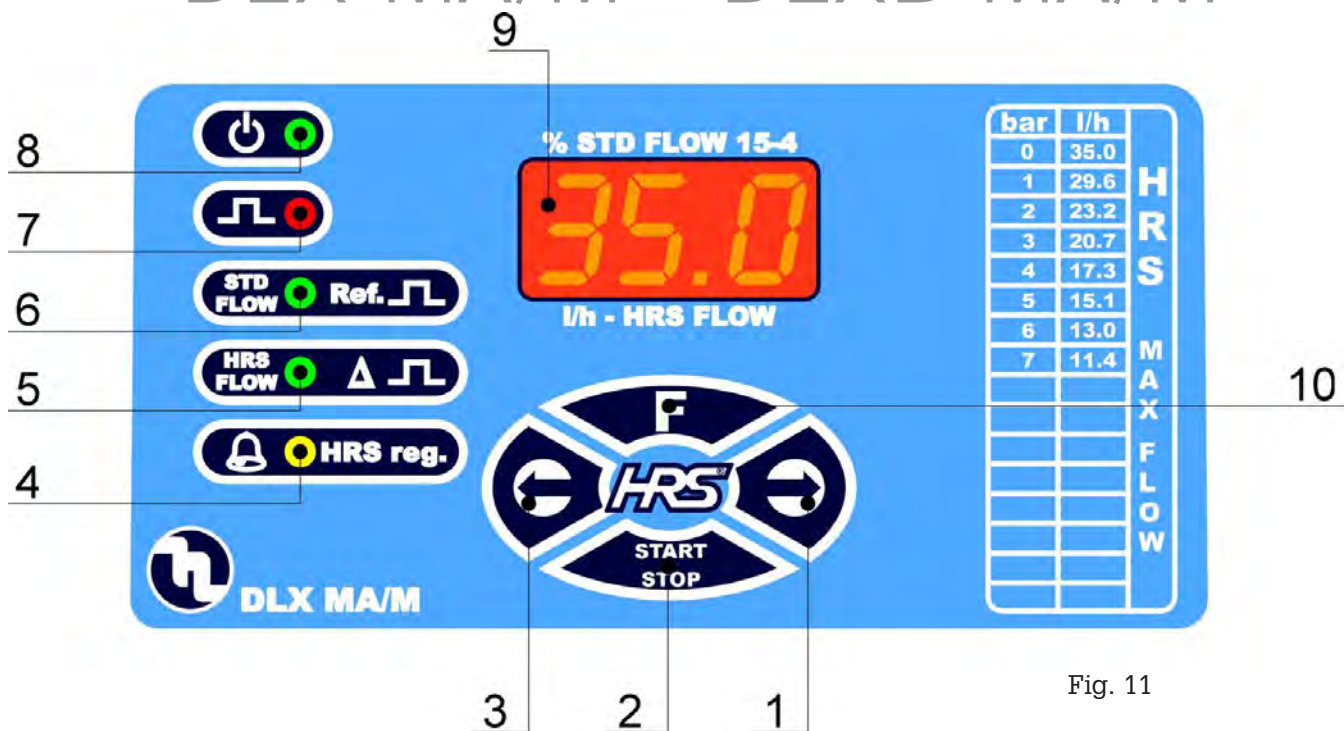

Fig. 11
2. con la bomba en stand-by, en modo HRS a una determinada presión programada, comprimir la tecla F, ves fig.11 pag.58 tecla 10, hasta a visualizar sobre la pantalla el valor del caudal en litros/horas;
3. comprimir al mismo tiempo las dos flechas izquierda y derecha, ves fig.11 teclas 3 y 1, por un según; el valor indicado sobre la pantalla iniciará a relampaguear;
4. actuando de nuevo sobre las flechas izquierda y derecha se modifica tal valor, se puede poner el valor anteriormente medido y comprimiendo la tecla Start-Stop, ves fig.11 tecla 2, se confirma tal dato; la bomba va a dosificar con este valor memorizánd.
6.1 - MANDOS (Fig. 11)
❶ - LA BOMBA DOSIFICADORA, DA IMPULSOS PERO NO INTRODUCE EL ADITIVO EN LA INSTALACIÓN.
- a. Desmontar las válvulas de aspiración e impulsión, limpiarlas y volverlas a instalar en la misma posición de antes (Fig. 11). En el caso se notara una dilatación en dichas válvulas, comprobar en la tabla correspondiente la compatibilidad del aditivo con el tipo de válvula instalada en la bomba (Válvula estándar de vitón, a pedido se producen de silicona, etileno propileno y de nitrilo, válvula de bola, válvula K).